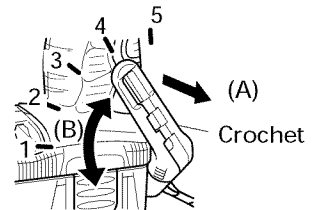

Fig. 5
(1) Ouverture du crochet
(a) Tirer le crochet vers soi dans le sens de la flèche (A), et le tourner dans le sens de la flèche (B) (Fig. 5).
- (2) Il est possible de régler la direction de la lampe dans la plage des positions 1 à 5 du crochet (Fig. 5).